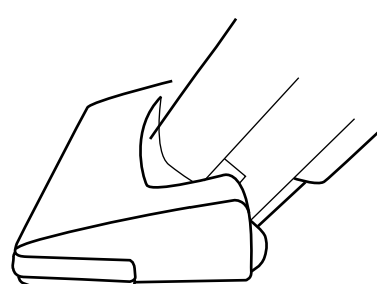

Fig. 14
- Position centrale - pour un nettoyage normal (Fig. 14).